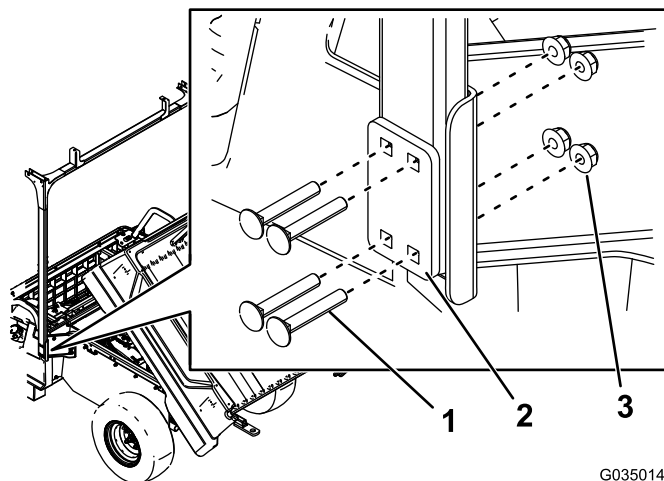

Рисунок 7
6. Установите, не затягивая, задние трубки на задние петлеобразные кронштейны с помощью 8 каретных болтов (5/16 x 2 дюйма), двух монтажных пластин и 8 гаек (5/16 дюйма), как показано на Рисунок 7.